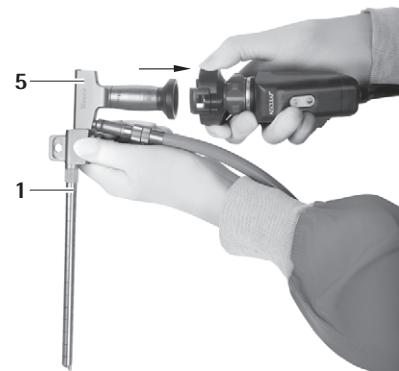
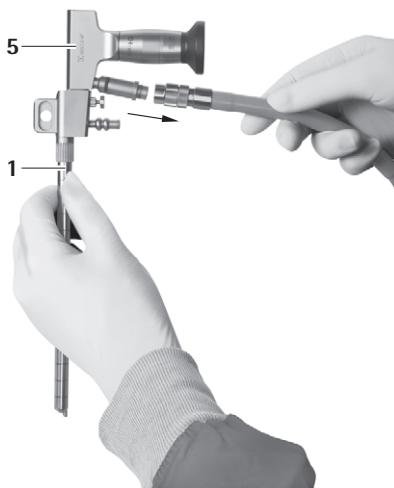

Fig. 6
Fig. 7
- ▶ Deconectați camera și cablul optic de la endoscop 5, vezi Fig. 6 și vezi Fig. 7.